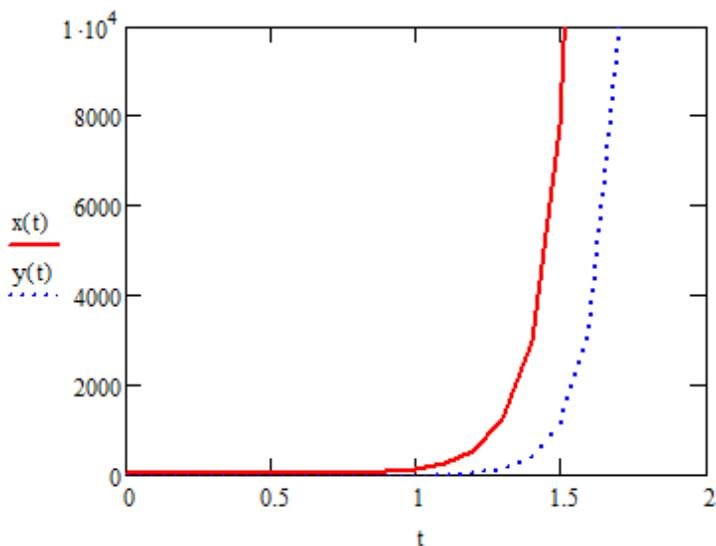

Рис. 9.3. Диаграмма со значениями искомых функций
5. В шаблон переменной y оси абсцисс вставить имя t , в шаблон функции y оси ординат – имена функций через запятую, согласно рис. 9.3.